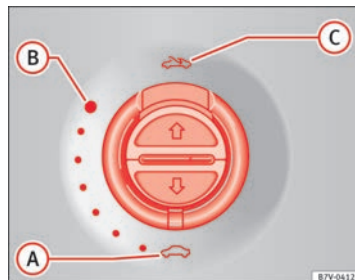

Fig. 58 Nel rivestimento interno del tetto: girare l'interruttore per aprire e chiudere.
⇒ fig. 58
- L'interruttore ⇒ **fig. 58** deve essere in posizione di "chiusura" .